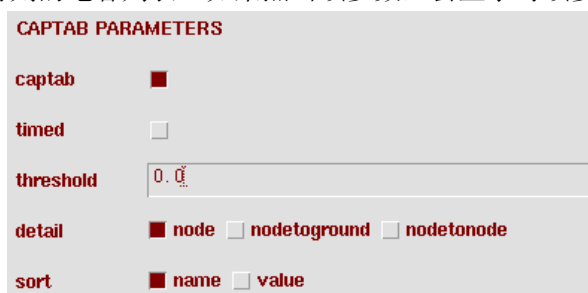

图 2.7 电容列表参数
- ◆ “captab”：电容列表参数，界面如图 2.7 所示。在完成一次“Spectre”仿真后，用户能够得到有关电路负载电容的信息。在瞬态分析中，用户能够通过“infotimes”参数来指定在某些时刻点保存电路中的电容信息。如果没有特殊指定，仿真器将默认保存终止时刻的电容列表。如果点击该参数，会显示对该参数的细节设置。